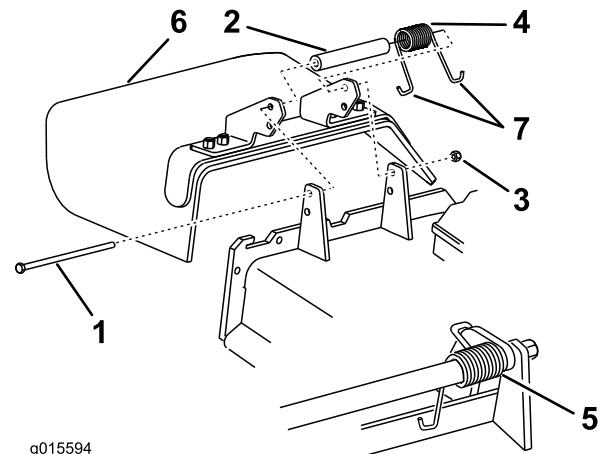

Figura 108
1. Retire la contratuerca, el perno, el muelle y el espaciador que sujetan el deflector a los soportes de pivote (Figura 108).
2. Retire el deflector de hierba dañado o desgastado (Figura 108).
Nota: Asegúrese de colocar un extremo con gancho en J del muelle detrás del reborde de la carcasa antes de instalar el perno, según se muestra en Figura 108.
6. Coloque 1 extremo en J del muelle alrededor del deflector de hierba (Figura 108).